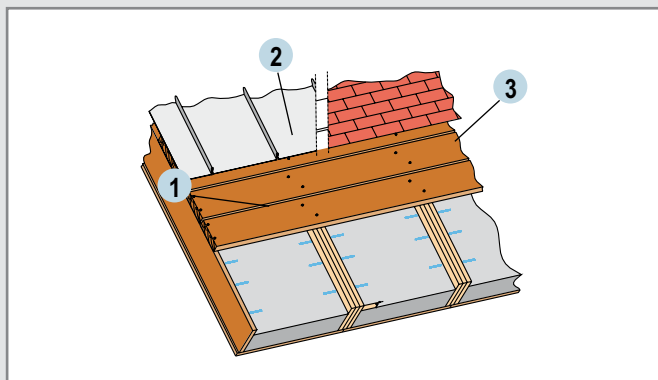
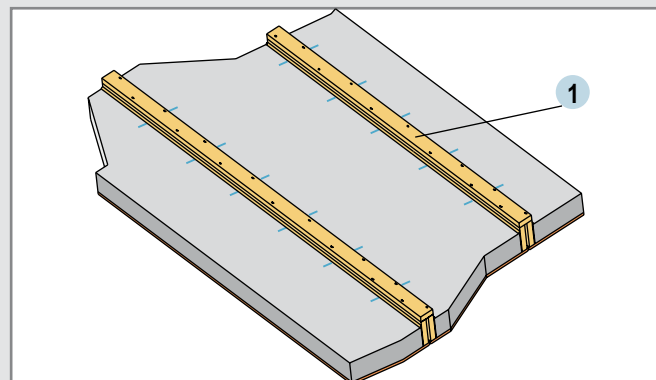

Fig. 5 : Couverture métallique, bardeaux bitumés ou étancheités
Fig. 6 : Rehausse des chevrons
Cette solution est impérative pour récupérer la lame d'air suffisante, dans le cas où il y a moins de 20 mm d'écart entre l'épaisseur d'isolant et la hauteur du chevron. (Fig.6).
- **Couvertures métalliques** (zinc, cuivre, inox, aluminium), en bardeaux bitumés et étancheité : on réservera à la conception, entre le support continu de la couverture et l'isolant des caissons Fibratop Silver et Fibratop ERP, un espace destiné à assurer le libre passage de l'air et dont l'épaisseur minimale (a) est de 4 cm pour un rampant ≤ 12 m et de 6 cm pour un rampant > 12 m (fig. 5). On jouera sur la hauteur des chevrons par rapport à l'isolant ou on ajoutera une rehausse en bois (fig. 6).